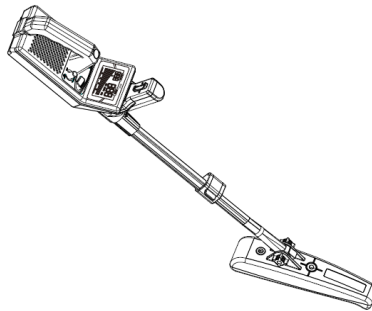

Figure 13
4) Retirez l'écrou du haut de la tige, ajustez la longueur de la tige selon votre besoin. L'ajustement doit être fait pour être à l'aise pour le balayage avec votre bras (voir Figure 13). Barrez-le en place.